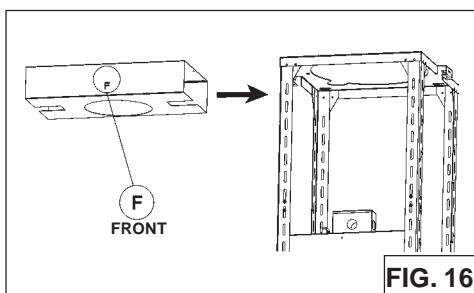

FIG. 16
3. Insérez le plénium dans le cadre de support supérieur. Assurez-vous que la lettre F est positionné à l'avant du cadre de support (Fig.16).